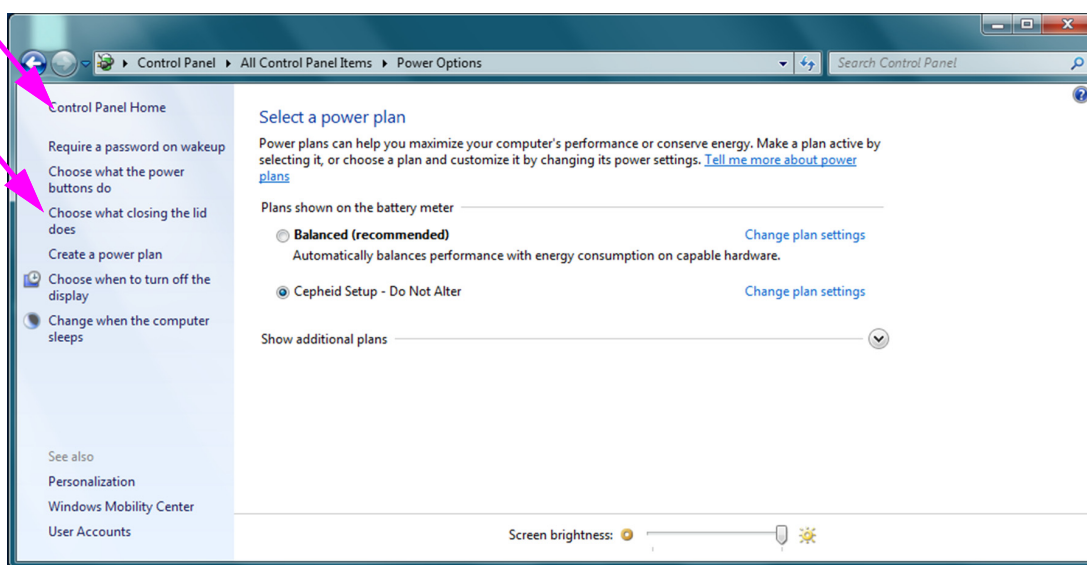

图 2-22. Power Options（电源选项）窗口
- A. 台式计算机：确认 **Setting（设置）** 值是否设置为零 (0) 或 **Never（从不）**。如果不是，将 **Setting（设置）** 值设置为零 (0) 或 **Never（从不）**。
- B. 仅限笔记本型计算机：确认 **On battery（用电池）** 和 **Plugged in（接通电源）** 值设置为 **Never（从不）**。如果不是，请单击 **ON battery（用电池）** 和 / 或 **Plugged in（接通电源）**，然后使用上下箭头键在可选择选项上将它们的值设置为零 (0)。
8. 单击 **Cancel（取消）** 关闭 Edit Plan Settings（编辑计划设置）窗口。出现 Power Options（电源选项）窗口（请参见图 2-22）。